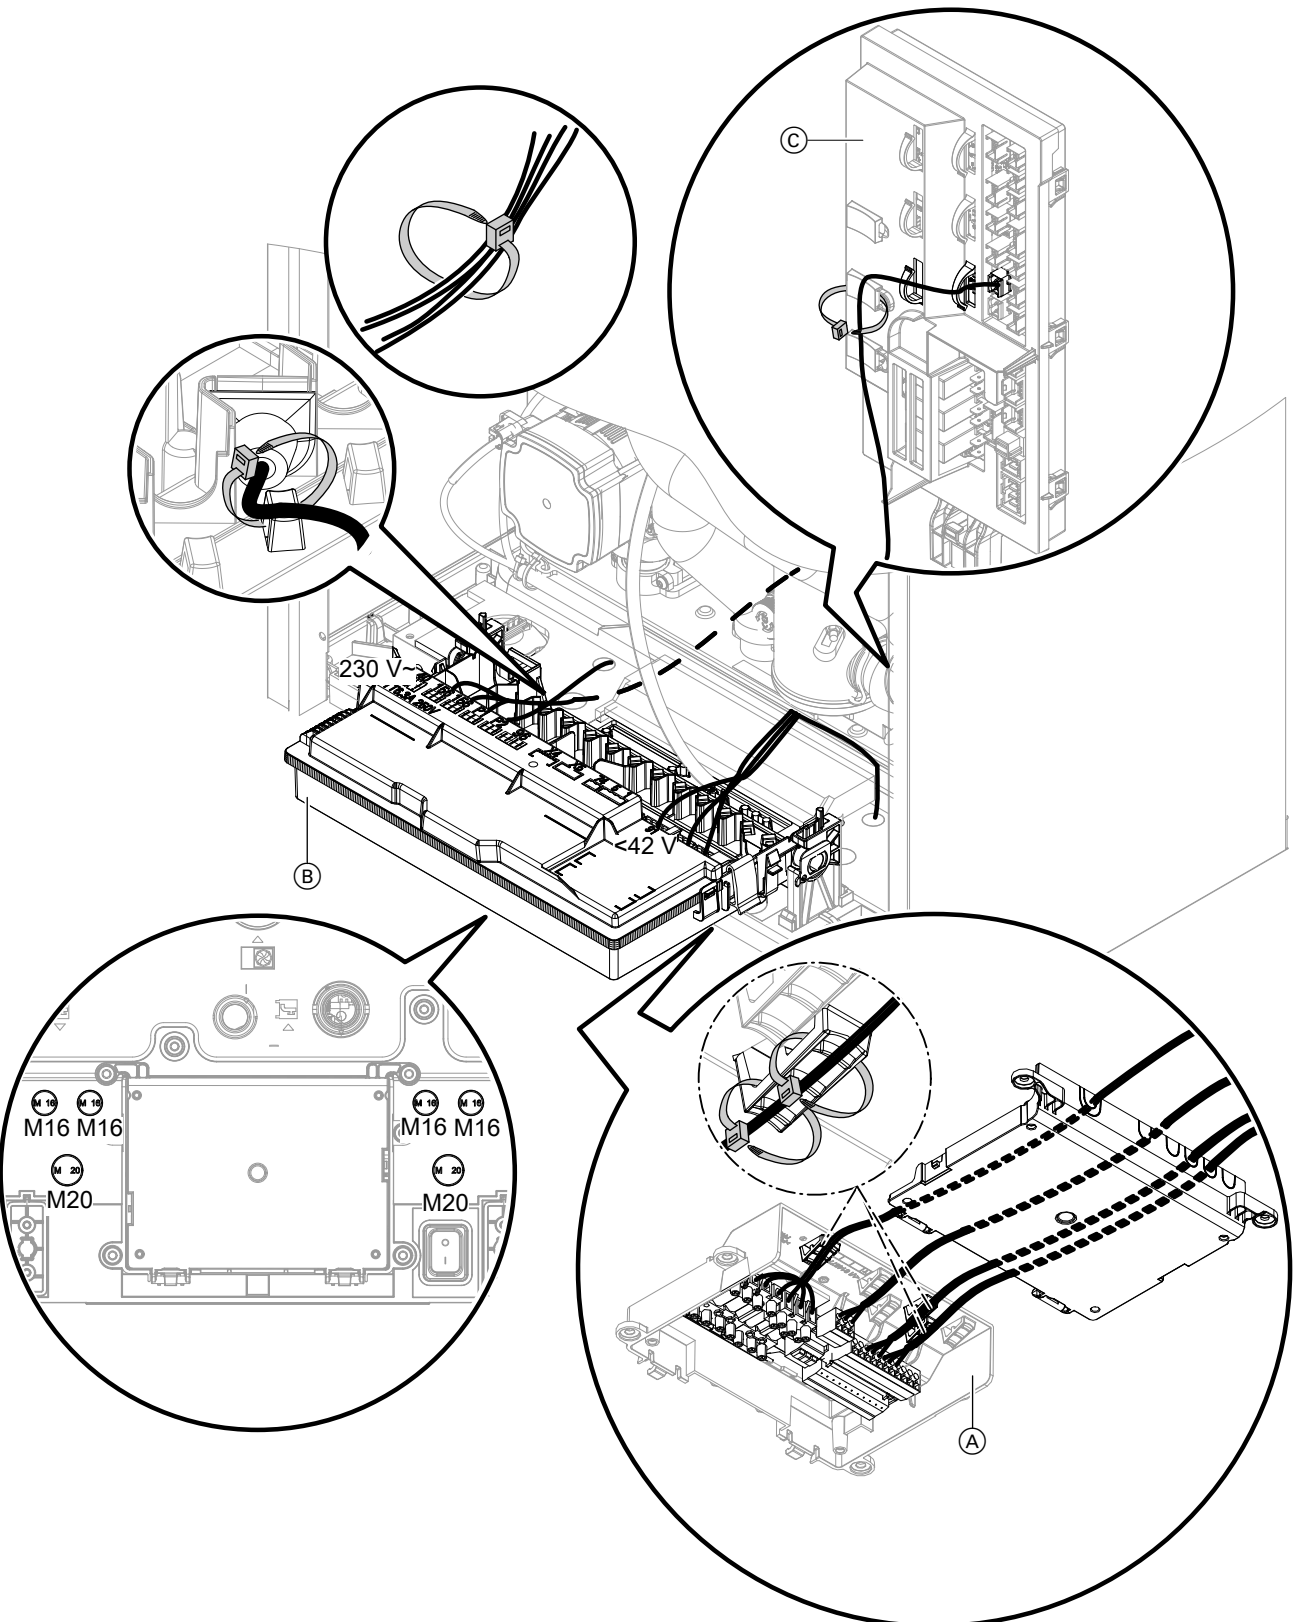

Abb. 34
- Alle Leitungen im Anschlusskasten 230 V~ mit 2 Kabelbindern zugentlasten: Siehe Abb. 34.